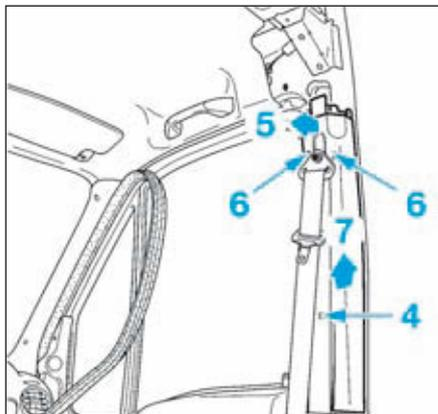

FIG.26
- Déposer la vis centrale (4) (Fig.26) de la partie haute de la garniture du montant de pied milieu.